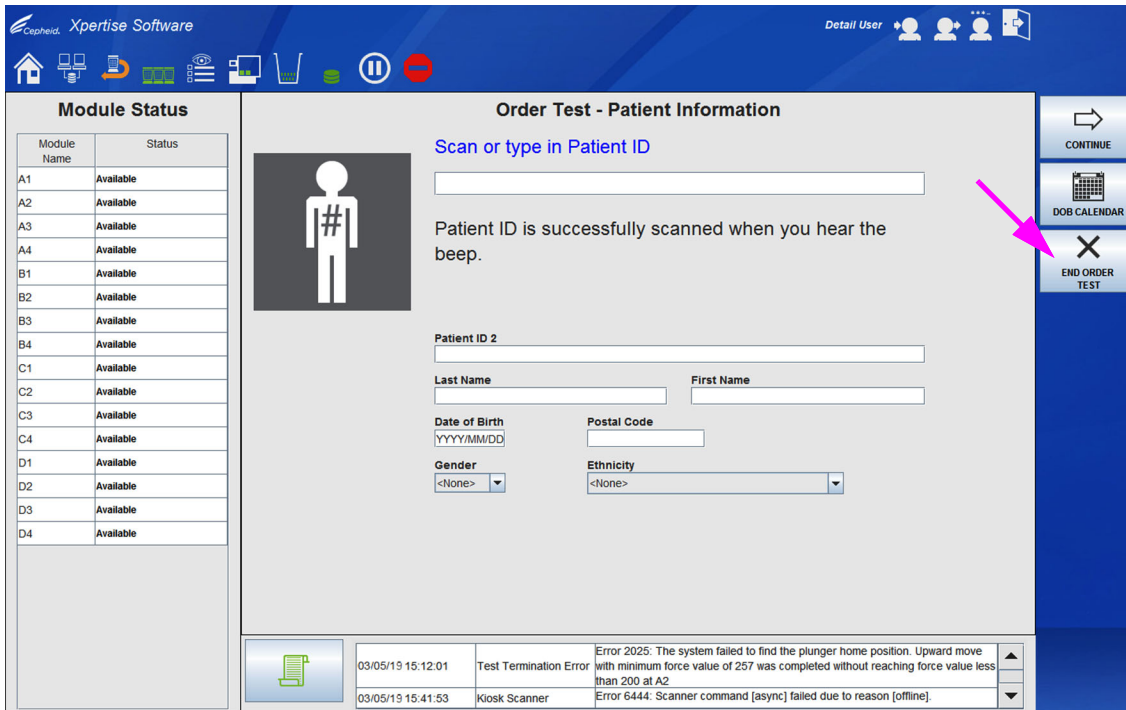

Figura 5-60. Área de trabalho Order Test (Pedir teste) – Patient ID (ID do paciente)
- Se não vão ser pedidos mais testes, selecione o botão **END ORDER TEST (TERMINAR PEDIDO DE TESTES)** (ver Figura 5-60). Se não foi introduzida informação em qualquer um dos campos da área de trabalho Order Test (Pedir teste) – Patient ID (ID do paciente), o menu Order Test (Pedir teste) vai fechar-se.